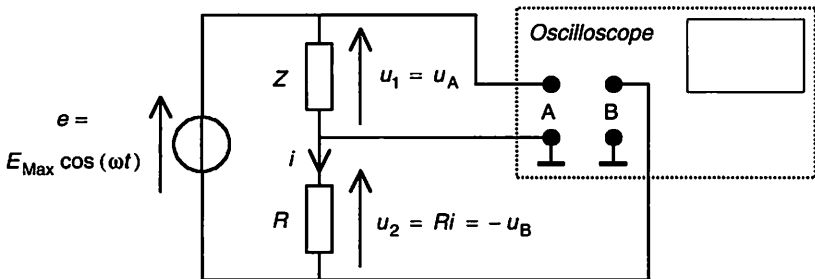
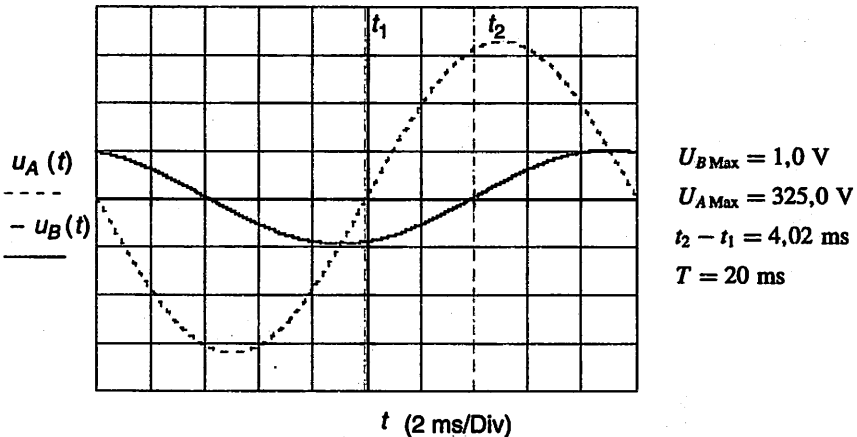

Figure 2.6 Schéma de mesure – La voie B est inversée
Figure 2.10 Oscillogramme
**Exemple 1 :** Mesure du déphasage entre tension et courant d'un dipôle d'impédance  $Z$  à l'aide d'un oscilloscope, entrées non isolées (Fig. 2.6). La voie A visualise la tension  $u_1 = u_A$  aux bornes du dipôle et la voie B
On relève l'oscillogramme (Fig. 2.10) à l'aide du schéma de mesure donné précédemment où  $R = 0,01 \Omega$  et  $E_{\text{EFF}} = 230 \text{ V}$  (voir Fig. 2.6).